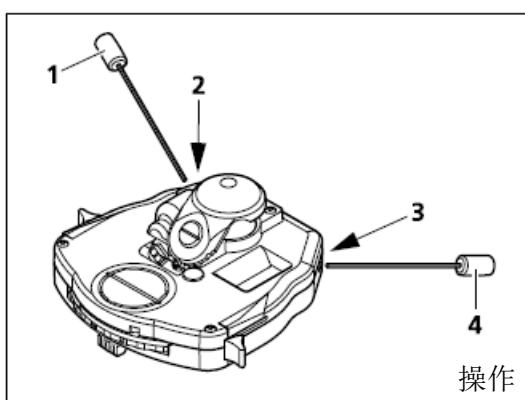

图. 4-3 居中 achromatic-aplanatic 0.9 H D Ph DIC 聚光镜的暗场环
- | 如果暗视场光阑需要调中，请使用两把 SW 1.5 的内六角螺丝刀（图4-3/1和4），调节两个调心螺丝（图4-3/2和3），直到物镜出射光瞳中的暗色一致性良好为止。完成调中的步骤后，从聚光镜中取出 SW 1.5 的 Allen 螺丝刀。